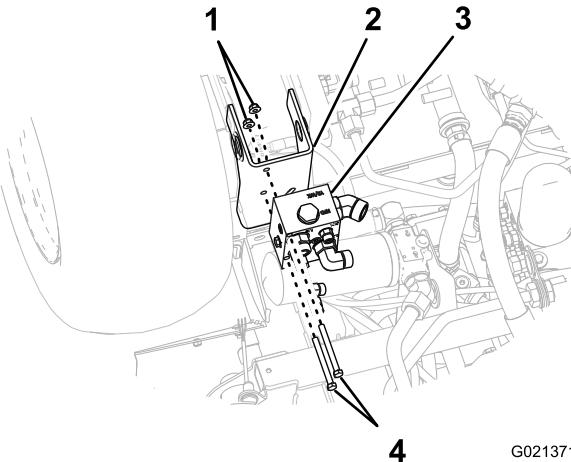

Figura 9
1. Alinhar os orifícios no coletor do divisor de fluxo com os orifícios do suporte do chassis (Figura 9).
2. Fixe o coletor do divisor de fluxo ao suporte do chassis com os 2 parafusos de cabeça sextavada e as 2 porcas flangeadas (Figura 9).